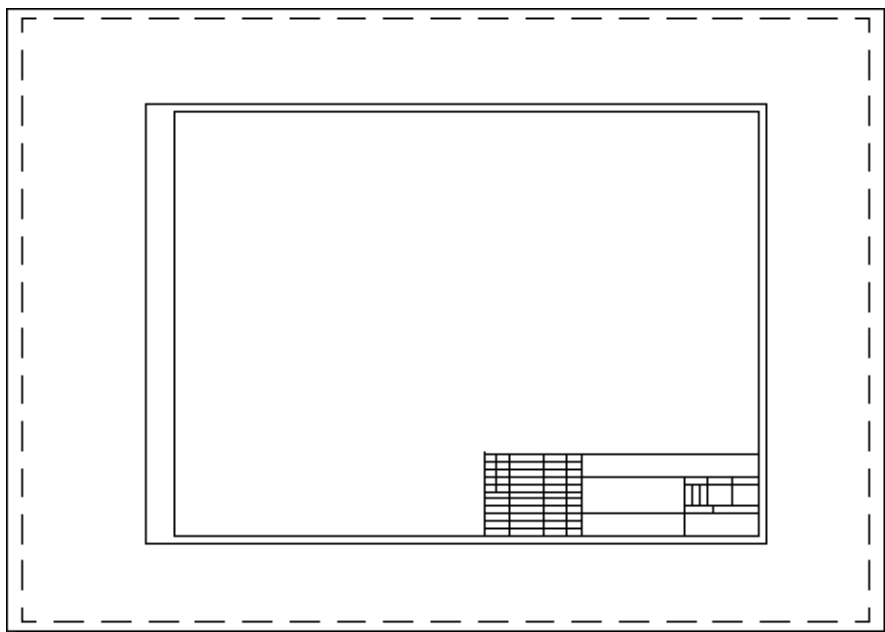

Рис. 19.21. Компоновка чертежа со вставленной рамкой и штампом чертежа
- Нарисуйте на листе бумаги границы выводимого формата со штампом или вставьте готовый шаблон, как блок или внешнюю ссылку (рис. 19.21).